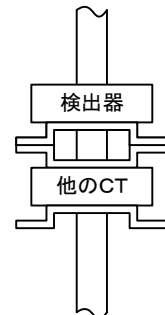

図4.2.3
- ③ 他の CT（故障選択装置用や計測用など）を重ねて取り付けても影響ありません（図 4.2.3）。